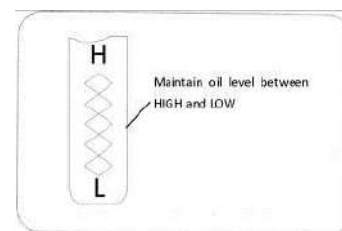

Figure 29
4. Dévissez et retirez le bouchon de remplissage d'huile du tube de remplissage d'huile. Notez le niveau d'huile. Si la lecture d'huile sur la jauge est inférieure à la marque «LOW», ajoutez lentement de l'huile pour atteindre le niveau «HIGH». Voir la figure 29.